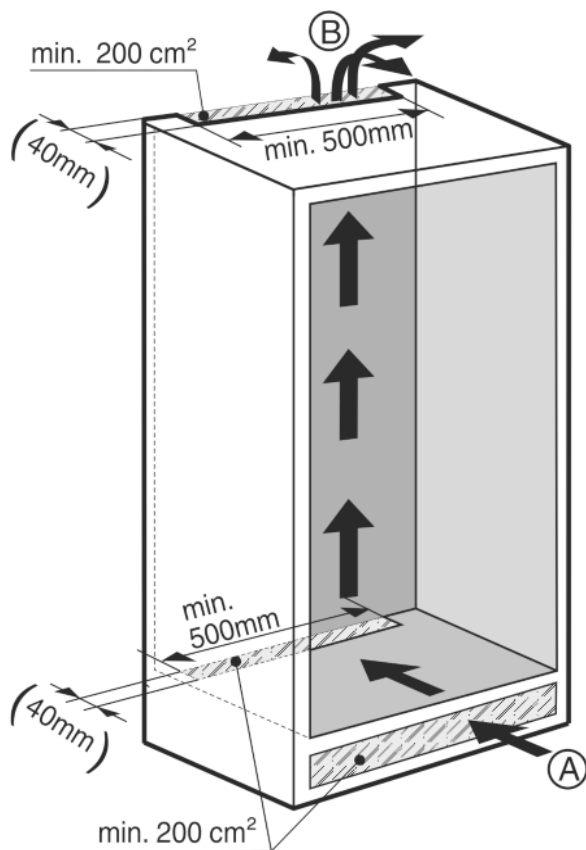

Fig. 3
- Er moet een effectieve ventilatieruimte van ten minste 200 cm² per apparaat luchtinlaat Fig. 3 (A) en luchtuitlaat Fig. 3 (B) aanwezig zijn.